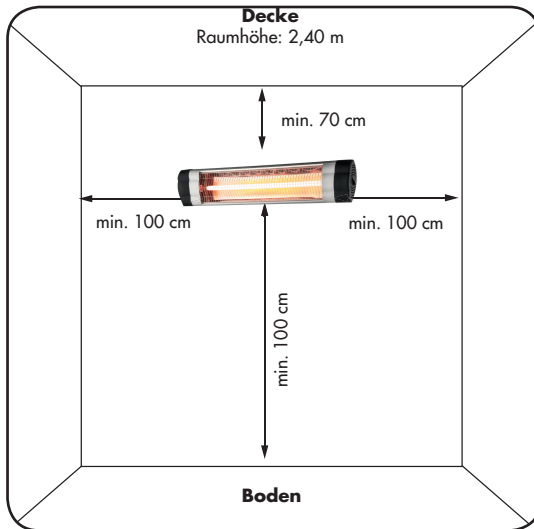

Abb. 4: Korrekte Platzierung des Strahlers
- ▶ Achten Sie auf die seitlichen Abstände, sowie auf die Abstände zu brennbaren Materialien (siehe Abb. 4)